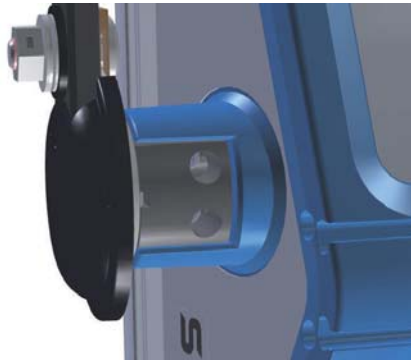

Bild 6: Montage des Haltebügels
- Führen Sie die Verbindungsstücke auf beiden Seiten des Bügels in die Aufnahmen des SkyPanels ein (siehe Bild 6).
- Lösen und entfernen Sie je zwei Schrauben pro Seite am Gerät (4 mm Innensechskantschlüssel, siehe Bild 6).